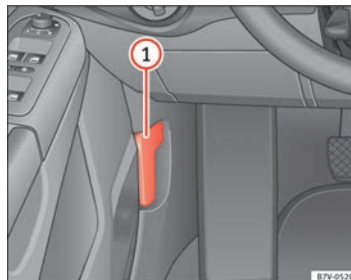

Abb. 168 Im Fußraum auf der Fahrerseite: Hebel zum Entriegeln der Motorraumklappe.
- Vor dem Öffnen der Motorraumklappe sicher stellen, dass die Scheibenwischerarme an der Frontscheibe anliegen ⇒ ①.
- Entriegelungshebel in Pfeilrichtung ziehen ⇒ Abb. 168. Die Motorraumklappe springt durch Federkraft aus der Verriegelung des Schlossträgers ⇒ △.